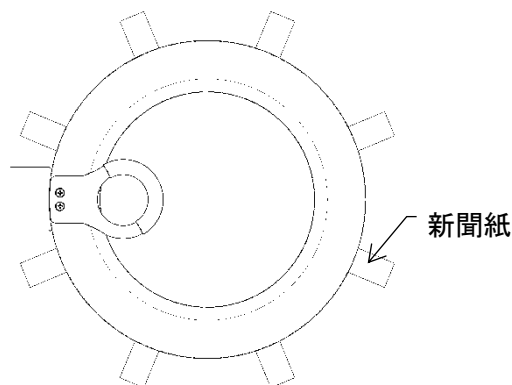

図 11-31
- ・その紙を(図 11-31)の様にドアパッキンとドア口金の間に挟み、ドアを閉めます。この時、水分は十分拭取られ、しばらくドアを開放し乾燥されていなくてはなりません。